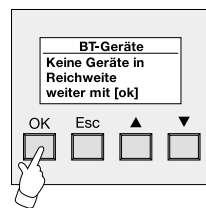

Bild 12:
9. Wenn während des Suchvorgangs kein Bluetooth-Endgerät gefunden werden konnte, erscheint die Meldung "Keine Geräte in Reichweite" (vgl. Bild 12).